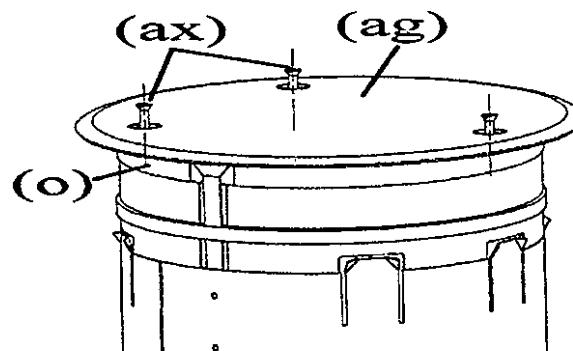

Fig. 6
- Retirer le couvercle en enlevant les vis (ax) rattachant le couvercle de la boîte. Consulter la Fig. 6.
2. Quitar el conjunto de la tapa retirando los tornillos (ax) que fijan la tapa a la carcasa. Ver la Fig. 6.